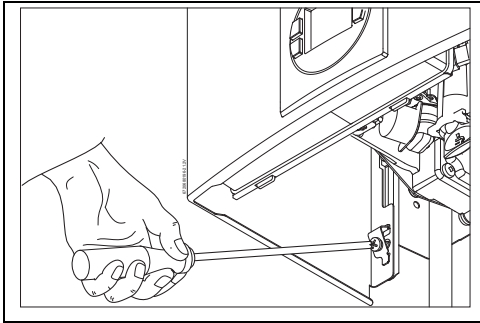

Fig. 22 Retirar la carcasa
- ▶ Retirar la parte frontal del aparato (→ Fig. 22, sección 5.3).